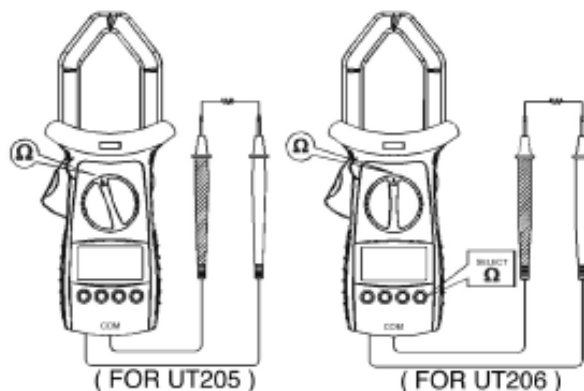

FIG 5
C. Masurare rezistenta (vezi fig.5)